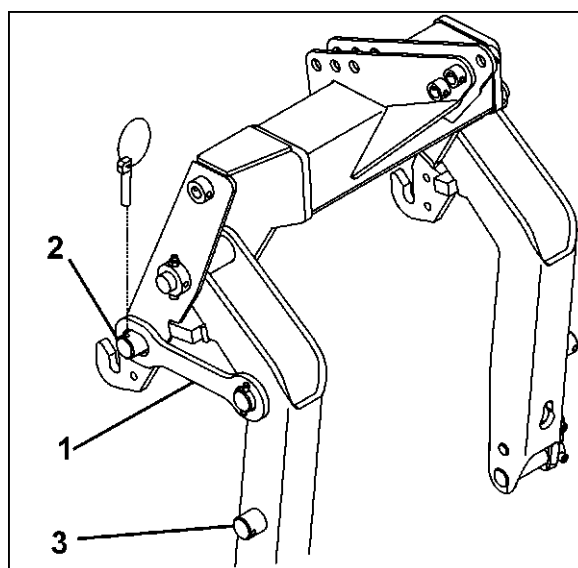

Bild 51
3. Fäll säkringsstaget (Bild 51/1)
- o ut till transportläge (Bild 51/2).
- o in till parkeringsläge (Bild 51/3).